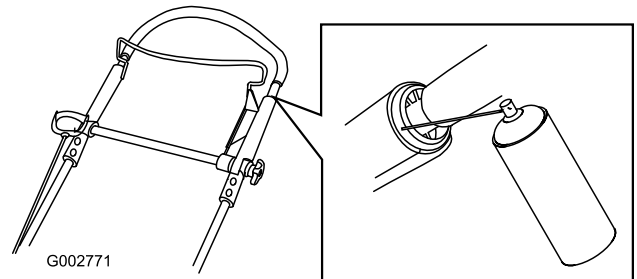

Bild 46
1. Sprühen Sie die äußeren Kunststoffenden des inneren Bügels ein (Bild 46).